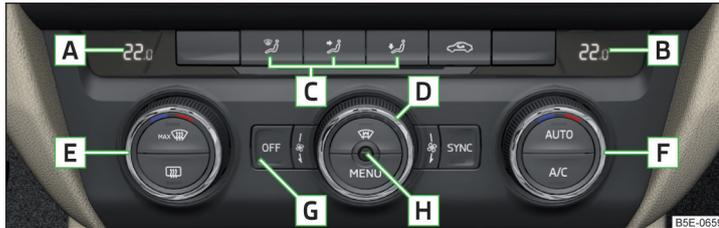

Abb. 129 Bedienelemente der Climatronic
Einzelne Funktionen lassen sich durch Drehen des Drehreglers oder Drücken der jeweiligen Taste einstellen bzw. einschalten » Abb. 129.
Den Innenraumtemperatursensor **H** » Abb. 129 nicht überdecken - die Funktion der Climatronic könnte beeinträchtigt werden.
- Zum **Einschalten** die Taste **AUTO** » Abb. 129 auf Seite 109 drücken.